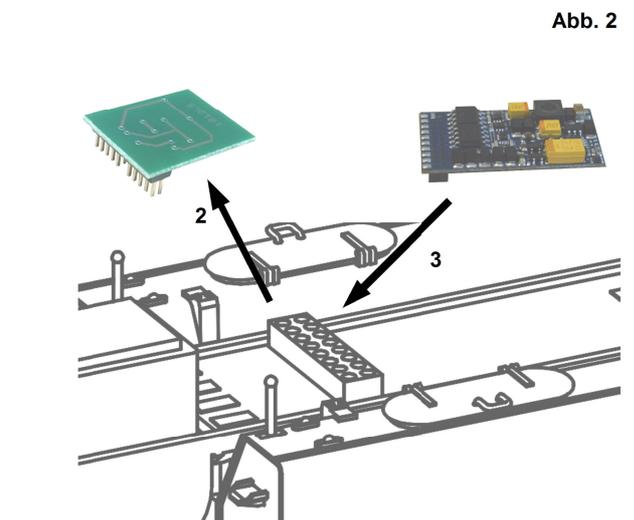
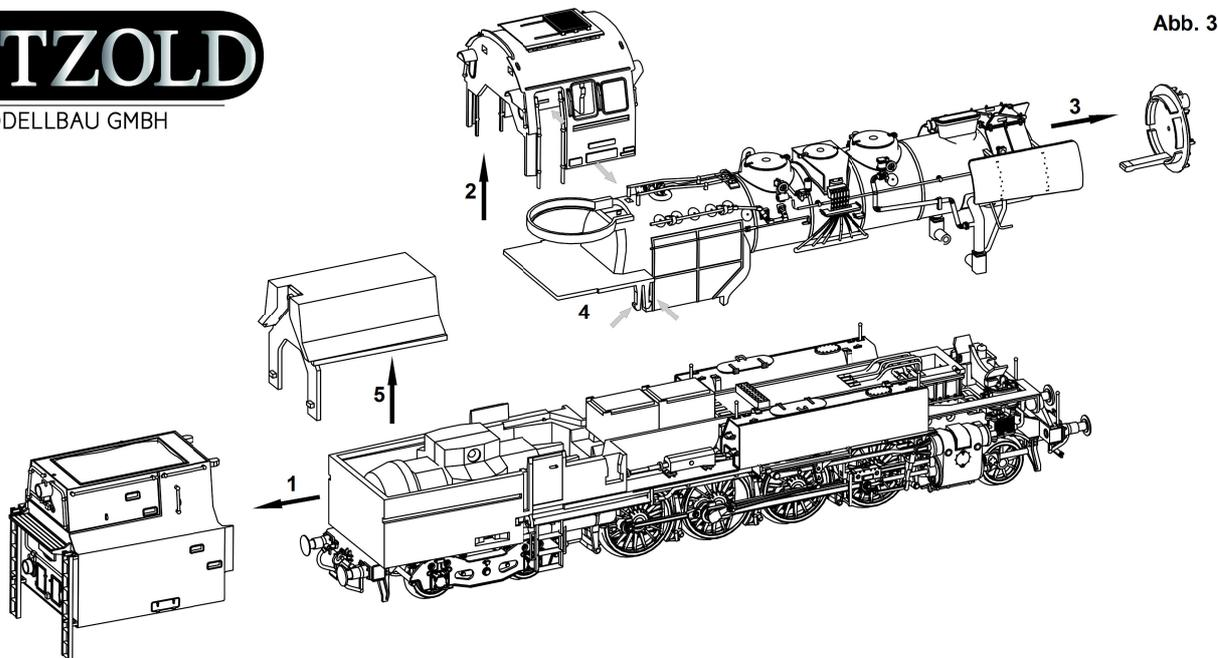

Abb. 2
Abb. 3
### Einbau/ Wechsel eines Dekoders (Abb. 2 - Abb. 3)
1. Lokdemontage siehe Punkt 1 bis 4 (Abb. 3)
### Demontage der Lok (Abb. 3)